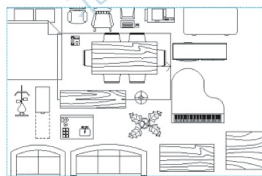

图 1.23 改变视图框的大小
(2) 单击,视图框中的“×”变成一个箭头,移动鼠标可以改变视图控制框的大小,如图 1.23 所示。